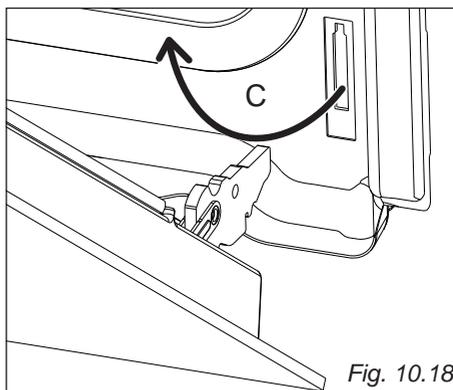

Fig. 10.18
- Estrarre i ganci delle cerniere (destra e sinistra) dal loro alloggiamento (freccia "C" - fig. 10.18).